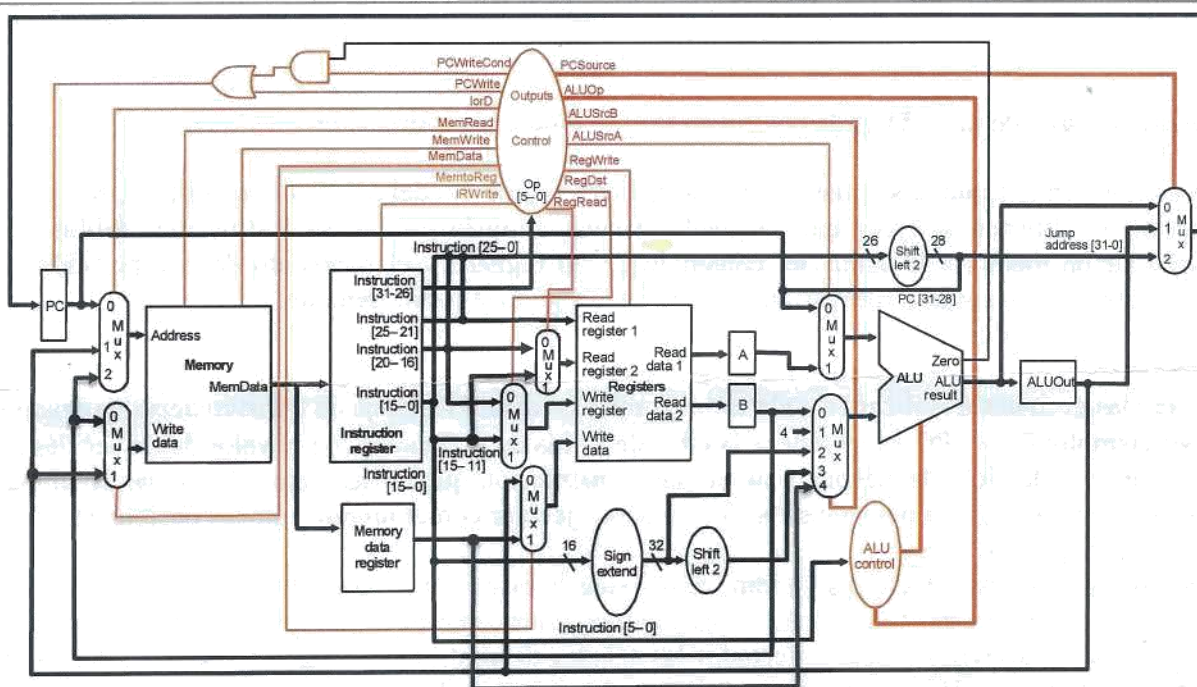

Figura 2. Ruta de datos multiciclo modificada
5.2.- (1,8 puntos) En la figura 2 se muestra la ruta de datos multiciclo del MIPS a la que se han realizado unas pequeñas modificaciones para que se pueda ejecutar también una nueva instrucción, **Addm** que permite guardar en memoria la suma del contenido de un registro y el contenido de una posición de memoria. La instrucción sigue el formato tipo R y tiene la siguiente forma general: